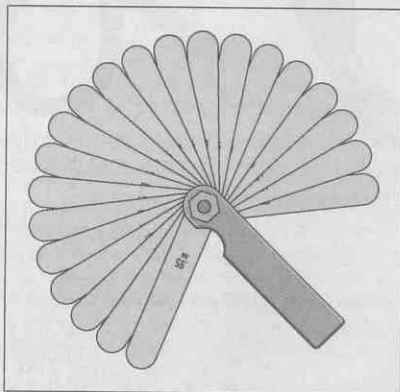

Рис. 2.16. Набор плоских щупов
- ✓ **Плоские щупы.** Этими инструментами регулируются зазоры клапанов или контактов. Эти относительно простые работы нельзя выполнить без щупа (рис. 2.16). Прежде чем купить их, поищите в наборах. Их также могут раздавать бесплатно в магазинах запчастей.